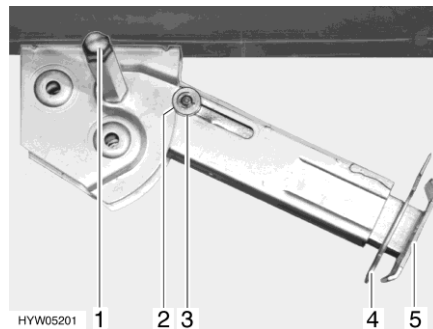

Bild 15 Hubstütze
- Am Sechskant (Bild 15,1) den Steckschlüssel aufstecken und drehen, bis die Hubstütze senkrecht nach unten steht.
- Splint (Bild 15,4) aus der Stützfußverlängerung (Bild 15,5) herausziehen.
- Am Sechskant (Bild 15,1) den Steckschlüssel aufstecken und drehen, bis die Hubstütze wieder vom Boden frei ist.
- Stützfußverlängerung (Bild 15,5) ganz einschieben und Splint (Bild 15,4) in die vorgesehene Bohrung an der Stützfußverlängerung stecken.
- Mit Steckschlüssel am Sechskant (Bild 15,1) drehen, bis Hubstütze nach oben geschwenkt und die Führungsscheibe (Bild 15,3) vollständig in die Kerbe (Bild 15,2) eingefahren ist.